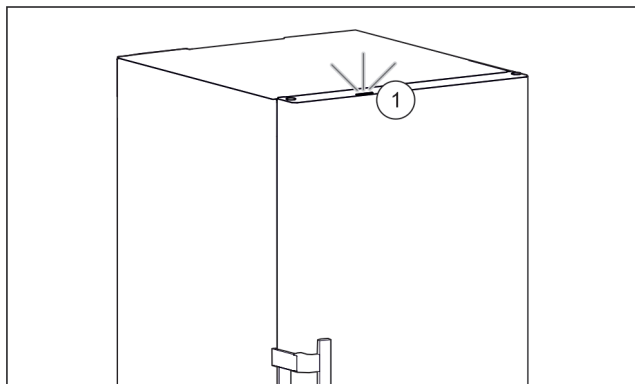

Fig. 41 Spia di stato attiva quando lo sportello è chiuso
- La spia di stato Fig. 41 (1) è attivata.